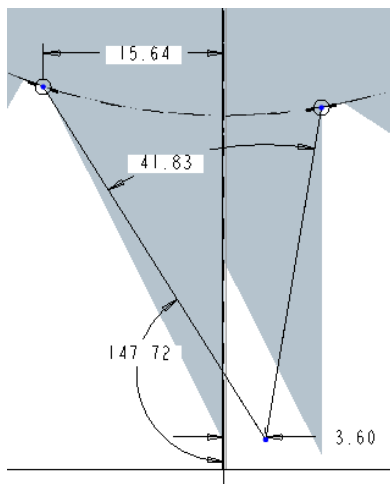

図 13-105 2 段目の刃部の形状定義
- 以下に示すように、一枚目の刃の両側の輪郭線と内部スケッチが有効にされた円周との接点から 1 2 2つの刃先先端の中央部（図では 3.6mm の位置に対応する）に直線を繋ぐ。（図 13-105）